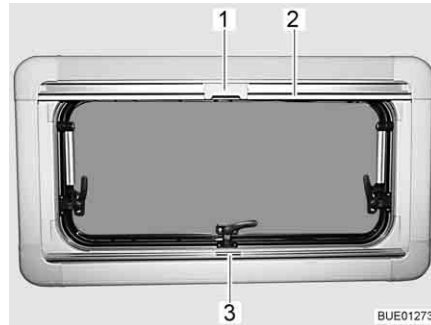

Fig. 101 Fenêtre projetante
- Saisir le dispositif occultant plissé par le centre de la barre-poignée (Fig. 101,3), le tirer du bas vers le haut et le relâcher à la hauteur voulue. Le dispositif occultant plissé reste alors à cette hauteur.
- Tirer la moustiquaire par la barre-poignée (Fig. 101,2) vers le bas jusqu'à ce qu'elle entre en contact avec celle du dispositif occultant plissé (Fig. 101,3).
- Verrouiller le cran (Fig. 101,1) de la moustiquaire avec la barre-poignée du dispositif occultant plissé.
- Presser le cran (Fig. 101,1) en haut de la moustiquaire vers l'arrière.
- Ramener lentement la moustiquaire en arrière au moyen de la barre-poignée (Fig. 101,2).